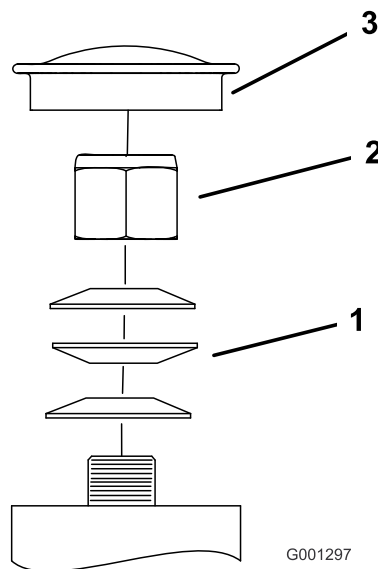

Figura 69
3. Retire el tapón guardapolvo de la rueda giratoria y apriete la contratuerca (**Figura 69**).
4. Apriete la contratuerca hasta que las arandelas de muelle estén planas, luego afloje la contratuerca $\frac{1}{4}$ de vuelta para establecer la pre-carga correcta de los cojinetes (**Figura 69**).
Importante: Asegúrese de que las arandelas de muelle están correctamente instaladas, según se muestra en la **Figura 69**.
5. Coloque el tapón guardapolvo (**Figura 69**).